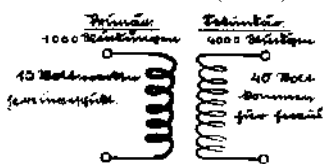

Abb. 3. Ein Beispiel, das zeigen soll, was das Übersetzungsverhältnis beim Transformator zu bedeuten hat.
Abb. 3. Bei der Leithäuser-Rückkopplung stehen die beiden Spulen fest. Die Stärke der Ströme in der (oberen) Rückkopplungsspule, die über die (untere) Gitterspule auf die nämliche Röhre zurückwirken sollen, wird dosiert durch Auf- und Zudrehen eines (u. z. des oberen) Drehkondensators.
3. Regelung durch einen Hochfrequenzhahn. Schaltet man nach Abb. 3 in die Leitung zur Rückkopplungsspule einen Drehkondensator, so läßt sich mit seiner Hilfe die Stärke der durch die Rückkopplungsspule fließenden Schwingungen sehr fein und bequem regeln, genau wie wir an einem Gashahn die Stärke der Flamme einstellen. Dem Anodengleichstrom muß ein anderer Weg geschaffen werden, da er ja nicht über den Kondensator fließen kann. Um ein Entweichen der Hochfrequenz zu hindern, ist eine Drosselspule in diesen Weg geschaltet. Die Schaltung ist unter dem Namen Leithäuserschaltung sehr verbreitet und wegen der ausgezeichneten Regelbarkeit besonders zu empfehlen. Ein großer Vorteil ist weiter die feste Montage der Rückkopplungsspule, die die Schaltung besonders auch bei großen Geräten sehr erleichtert.
hältnisse beruht auf der physikalischen Feststellung, daß in den vielen sekundären Windungen eines Niederfrequenztransformators eine um so höhere elektrische Spannung entsteht, je mehr Windungen die sekundäre Wicklung gegenüber der primären besitzt. Wenn man nämlich primär 1000 (dicke) Windungen (Abb. 3 und sekundär 4000 (dünne) Windungen
Bei der Gleichrichtung mit einem Detektor wird bekanntlich nur die halbe Welle der Hochfrequenz ausgenutzt. Wenn man beide Halbwellen ausnutzen will, so kann man dies mit Hilfe von zwei Detektoren erreichen. Hierfür verwendbare Schaltungen werden in Heft 28, S. 57 der „Radio Welt“ (Wien) unter dem Titel „Doppeldetektorschaltungen“ angegeben. Abb. 3 zeigt eine solche Schaltung für den Fall, daß nur ein gewöhnlicher Transformator zur Verfügung steht. Ist dagegen ein angezapfter Transformator verfügbar, so kann die Schaltung einfacher nach Abb. 4 ausgeführt werden.